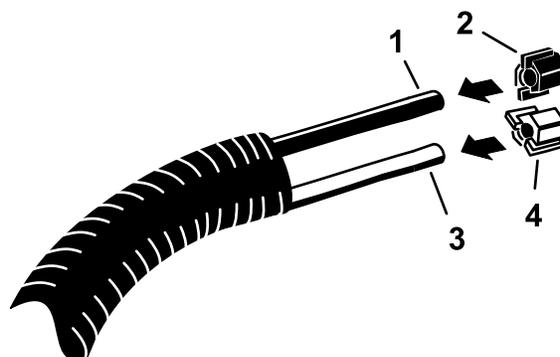

Figura 19
1. Montate il dado di compressione blu sul tubo (del fluido) blu (Figura 19).
2. Montate il dado di compressione bianco sul tubo (dell'aria) trasparente (Figura 19).